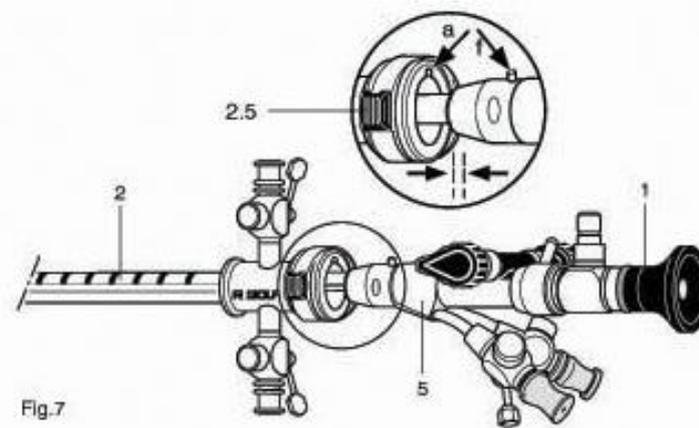

Fig.7
◇ Introduzir a inserção (5) com o endoscópio (1) no lugar na bainha (2) de maneira que o encaixe (a) e o pino (f) estejam alinhados e empurrar até a conexão estar automaticamente travada (fig. 7).